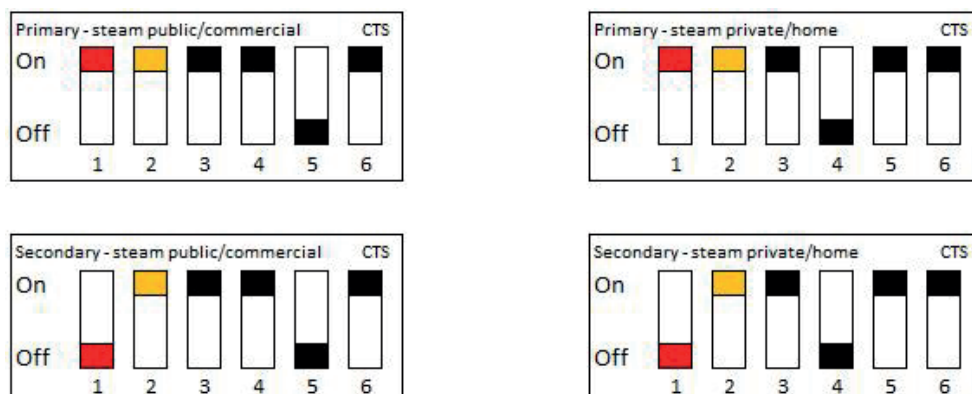

Fig. 15
Lorsque plusieurs générateurs sont interconnectés, l'un d'entre eux doit être le générateur primaire (Primary, réglage en usine) qui commande les autres générateurs. Les autres générateurs sont alors des générateurs secondaires (Secondary), selon le schéma de connexion de la Fig. 15
3. Sélectionnez un générateur de vapeur *secondaire* et modifiez les réglages sur le boîtier DIP pour lui donner le statut de générateur *primaire* selon le modèle. Voir la Fig. 15. Raccordez ensuite le panneau de commande au nouveau *primaire*. Une nouvelle « configuration initiale (initial setup) sera nécessaire, dans la mesure où ce générateur n'avait pas été précédemment configuré comme *primaire*.